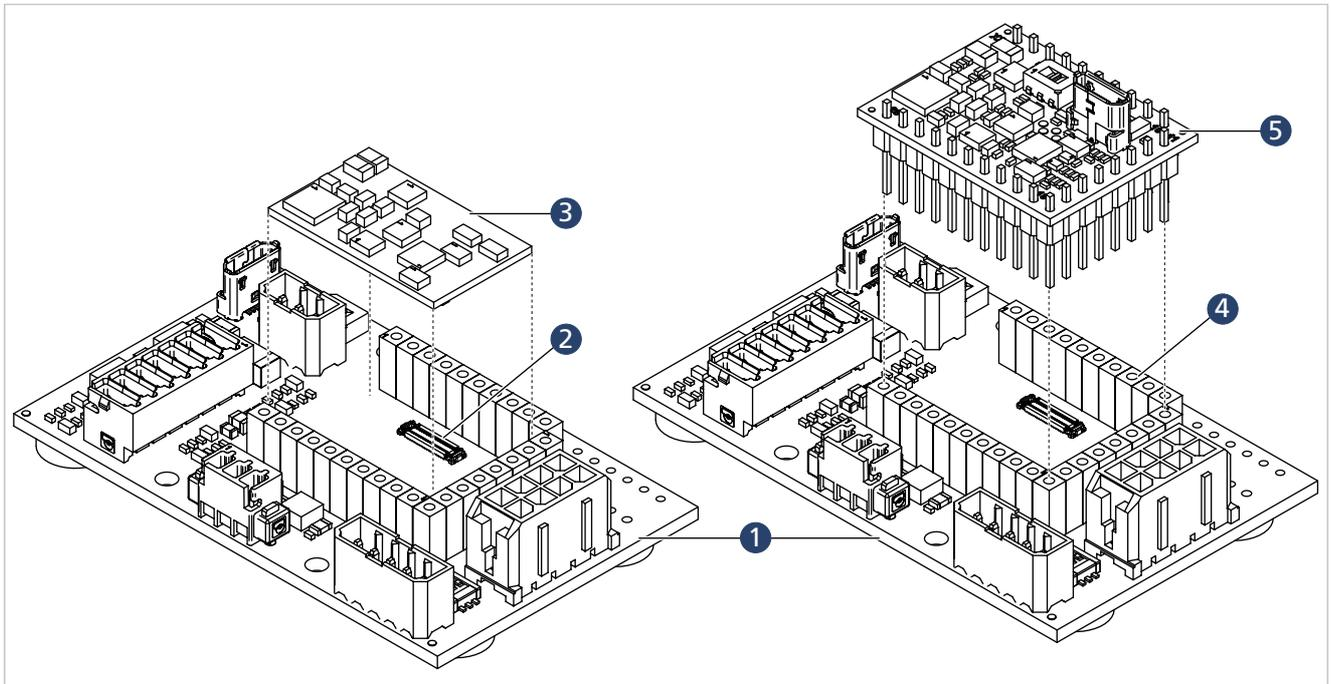

Abb. 13: Montage einer Motion Controller Platine (Beispiel: Motherboard MB1 MC3001 6500.01802)
- ▶ Orientierung der Motion Controller Platine gemäß Abb. 13 beachten.
- ▶ MC 3001 B: Motion Controller Platine (3) über die 3 Micro Board to Board Stecker (2) mit dem Motherboard (1) verbinden.
- ▶ MC 3001 P: Motion Controller Platine (5) über die Steckeranschlüsse (4) mit dem Motherboard (1) verbinden.